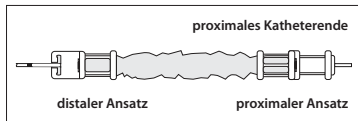

Abbildung 4
- Die Spitze des vorgesehenen Katheters durch das proximale Ende des Katheter-Kontaminationsschutzes einführen. Den Katheter durch den Schlauch und den Ansatz am anderen Ende vorschieben (siehe Abbildung 4).